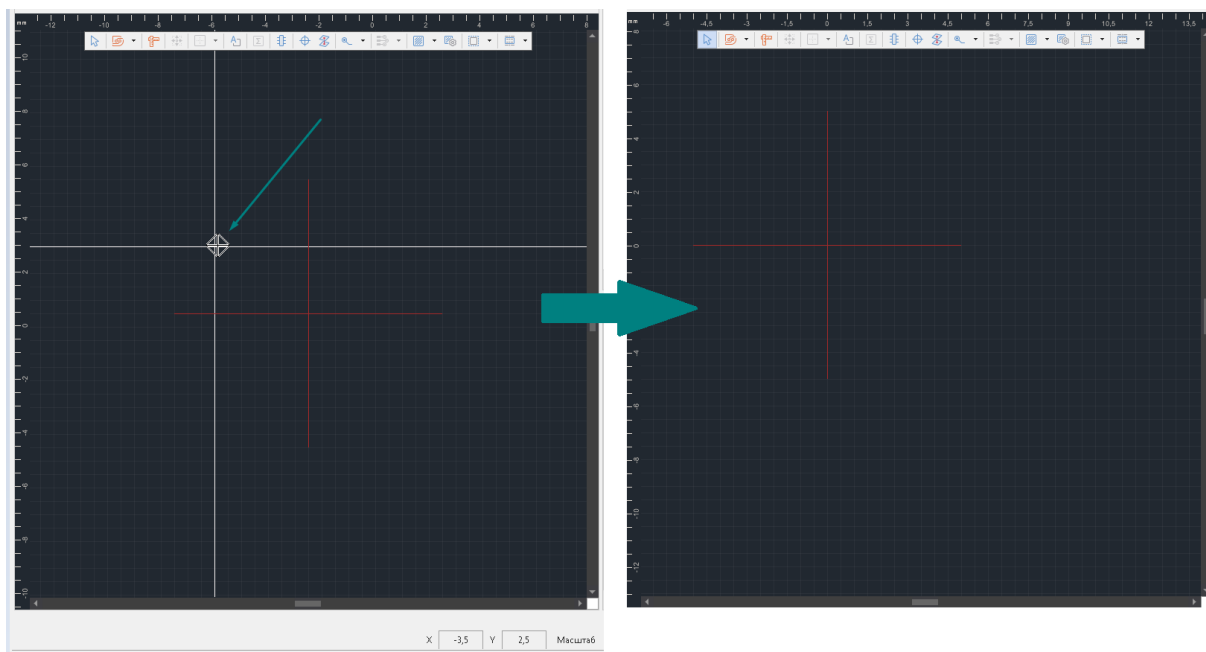

Рис. 36 Перемещение начала координат
2. Переместить курсор в нужную точку, при этом вид курсора должен измениться, и нажать левую кнопку мыши, см Рис. 36.